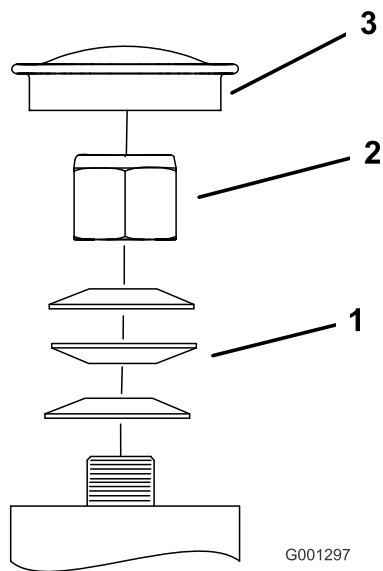

Figura 58
3. Retire o tampão antipoeira da roda e aperte a porca de freio (Figura 58).
4. Aperte a porca de freio até que as anilhas de mola estejam planas e, em seguida, recue 1/4 de volta para aplicar devidamente a pré-carga nos rolamentos (Figura 58).
Importante: Certifique-se de que as anilhas de mola estão correctamente montadas como apresentado em Figura 58.
5. Instale o tampão antipoeira (Figura 58).